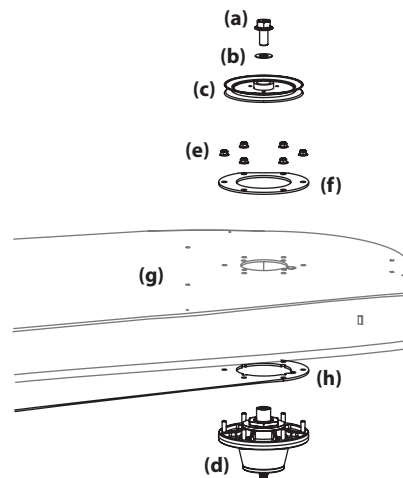

Figure 4-23
6. Retirez le boulon hexagonal (a) et les rondelles (b) qui fixent la poulie de fusée (c) à la fusée (d). Voir Figure 4-23.
7. Retirez les quatre (6) écrous autobloquants à bride (e) qui retiennent les fusées gauche et droite (d) et les plaques de support (f) au boîtier du plateau de coupe (g). Voir Figure 4-23.
10. Pour installer la fusée, répétez les étapes ci-dessus dans l'ordre inverse. Assurez-vous de placer la quincaillerie dans l'ordre indiqué à la Figure 4-23. Serrez les boulons hexagonaux à un couple de 250 pi-lb et les écrous autobloquants à bride à un couple de 21 à 32 pi-lb.